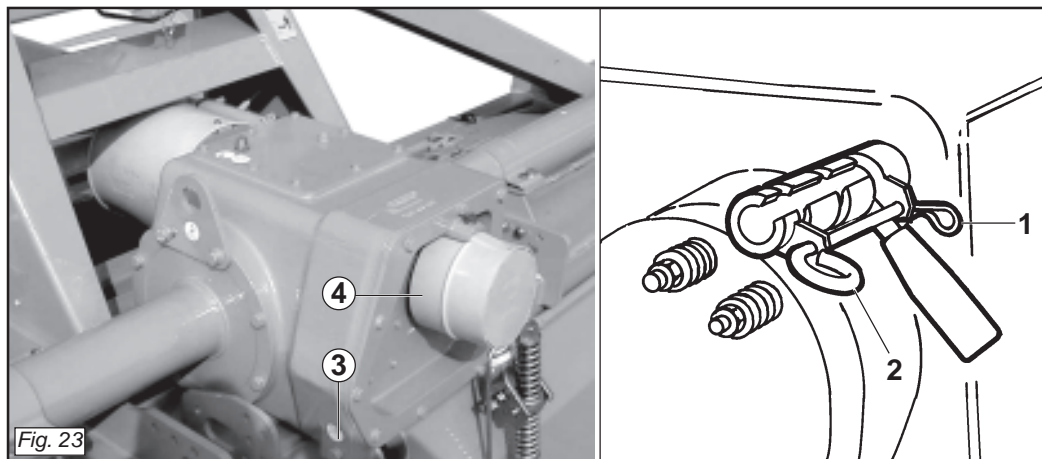

Fig. 23
*The machine is equipped with a three-speed lever operated gearbox (Fig. 23) which can supply two different ranges of spinning values for the blade rotors in relation to the pair of gears installed at the rear.*
*To change the speed, remove the safety split pin (1 Fig. 23), remove the rod (2 Fig. 23) that locks the gear lever in position and then move the lever itself to the desired position.*
Die Maschine ist mit einem Schalthebel mit drei Stellungen ausgestattet (Abb. 23), der je nach den beiden Zahnradern, die hinten positioniert sind, zwei unterschiedliche Drehzahlbereiche für die Rotation der Messertragerrotoren liefern kann. Das ist auf unebenem Gelände sehr nützlich, weil es die Bearbeitung des Bodens vereinfacht und die Fahrgeschwindigkeit des Schleppers konstant gehalten werden kann.
Um einen anderen Gang zu erhalten, den Sicherungssplint (1 Abb. 23) herausziehen, die Stange (2 Abb. 23) entfernen, mit der der Gangschalthebel blockiert wird, um den Hebel dann in die gewünschte Stellung zu bringen. Die Stange und den Sicherungssplint anschließend wieder montieren.
*La machine est équipée d'une boîte à trois vitesses, avec commande par levier (Fig. 23). Suivant le couple d'engrenages placés à l'arrière, il peut fournir deux gammes différentes de valeurs de rotation des rotors porte-couteaux.*
*Pour changer de vitesse il faut retirer la goupille de sécurité (1 Fig. 23), déposer la tige (2 Fig. 23) qui bloque le levier de vitesses pour pouvoir le déplacer sur la sélection désirée. Ensuite remonter la tige et la goupille de sécurité.*
La máquinas está equipada con un cambio de palanca de tres velocidades (Fig. 23) que en base al par de engranajes emplazados en posición posterior puede suministrar dos diversas gamas de valores de rotación de los rotores porta-cuchillas. Es muy útil para terrenos no uniformes, ya que facilita el trabajo sobre el terreno, manteniendo constante la velocidad de marcha del tractor.
Para cambiar velocidad es necesario extraer el pasador de seguridad (1 Fig. 23), quitar la varilla (2 Fig. 23) que bloquea en posición la palanca de las marchas y luego desplazar la palanca misma en la selección deseada.
- scaricare l'olio dalla scatola cambio svitando il tappo inferiore (3 Fig. 23);
- rimuovere il coperchio (4 Fig. 23) con cura per non danneggiare il paraolio posizionato in corrispondenza dell'albero della presa di forza uscente e l'anello OR;
- drain the oil from the gearbox by unscrewing the lower plug (3 Fig. 23);
- remove the cover (4 Fig. 23) with care to prevent damage to the oil seal installed on a level with the output PTO shaft and the OR ring;
- Das Öl aus dem Getriebegehäuse ablassen, indem man den unteren Stopfen (3 Abb. 23) abschraubt.
- Den Deckel (4 Abb. 23) sorgfältig abnehmen, um die Öldichtung auf dem austretenden Zapfwellenstummel und den O-Ring nicht zu beschädigen.
- laissez sortir l'huile de la boîte de vitesses après avoir dévissé le bouchon en bas (3 Fig. 23);
- enlevez le couvercle (4 Fig. 23) en faisant attention à ne pas endommager le joint pare-huile qui se trouve au niveau de l'arbre de sortie de la prise de force et le joint d'étanchéité;
- descargar el aceite de la caja de cambios desenroscando el tapón inferior (3 Fig. 23).
- quitar la tapa (4 Fig. 23) con cuidado para no dañar el guardagotas emplazado en coincidencia con el eje de la toma de fuerza de salida y el anillo OR.